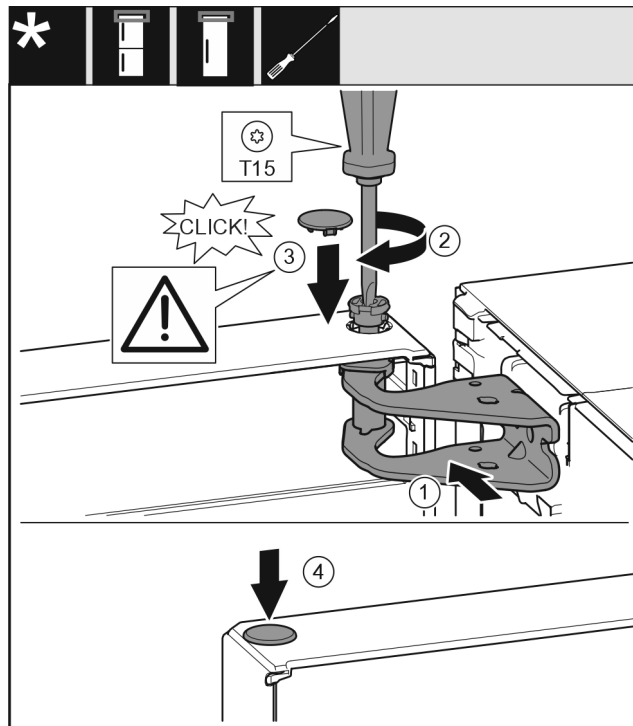

Fig. 25
- ▶ Выровняйте дверь вверху по отверстию в опорном кронштейне Fig. 25 (1).
- ▶ Вставьте палец Fig. 25 (2) и затяните отверткой.
- ▶ Установите крышку Fig. 25 (3).
- ▶ Проследите за тем, чтобы крышка Fig. 25 (3) прилегала к дверям.
- ▶ Установите крышку Fig. 25 (4).